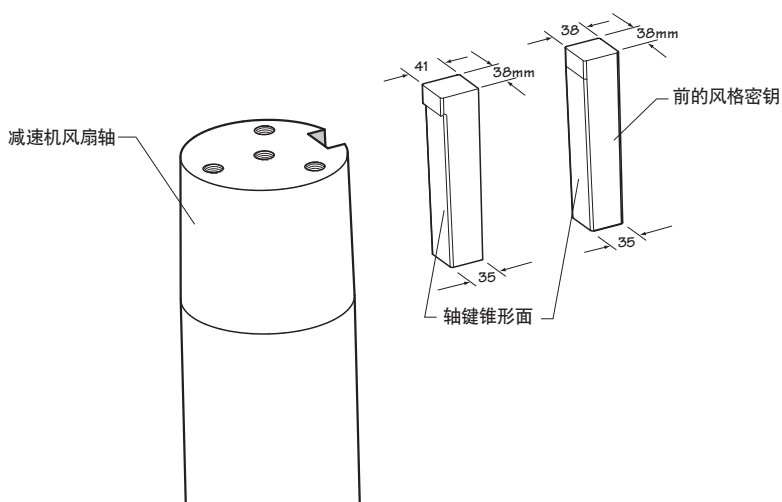

图 2 轴键安装
2. 如图 2 所示，将风扇轴键安装至风扇轴键槽中。轴键将整个宽度保持紧密，决不可改造。